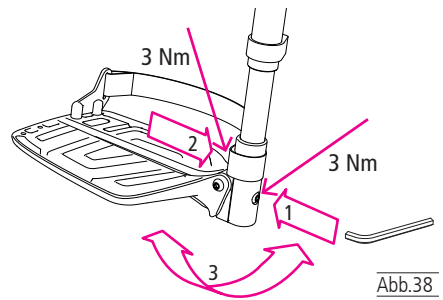

Abb.38
1. Lösen Sie unten an der Beinstütze die Schrauben innen (1, Abb. 38) und außen (2, Abb. 38) um einige Umdrehungen. Sie können nun den Winkel der Fußplatte justieren (3, Abb. 38).
2. Ziehen Sie anschließend die Schraube (1, 2, Abb. 38) wieder an (3 Nm).